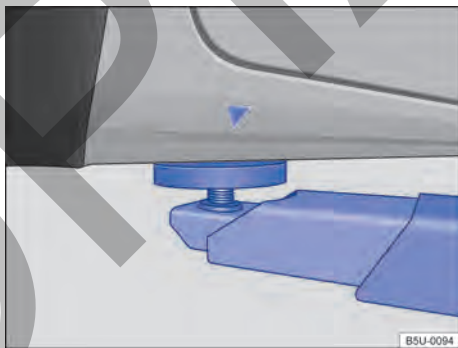
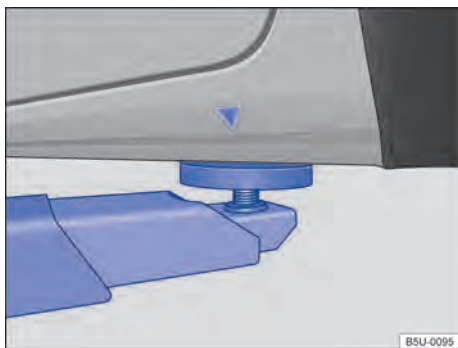

Fig. 187 Puntos de apoyo delanteros para la suspensión con plataforma elevadora o con gato.
Fig. 188 Puntos de apoyo traseros para la suspensión con plataforma elevadora o con gato.
El vehículo debe ser suspendido solamente por los puntos indicados en las figuras → fig. 187 y → fig. 188. Si el vehículo no está suspendido por los puntos indicados, pueden ocurrir daños en el vehículo →  y lesiones graves → .
- Suspender el vehículo solamente por los puntos indicados en las figuras → fig. 187 y → fig. 188. Si el vehículo no es suspendido por los puntos indicados, puede caer de la plataforma elevadora cuando, por ejemplo, se desmonta el motor o la suspensión.